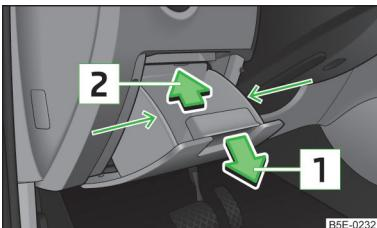

Fig. 215
- Agarre el compartimento guardaobjetos por el lateral en la zona de la flecha » fig. 215.